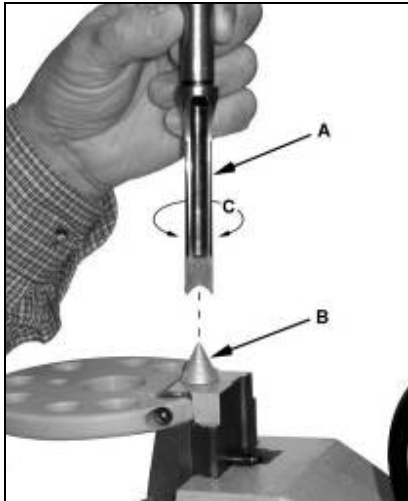

Fig 15
Setzen Sie den Meißel (A, Fig 15) auf den Diamant-Schärfkegel (B) und drehen Sie den Meißel vorwärts/rückwärts (C) bis er scharf ist.